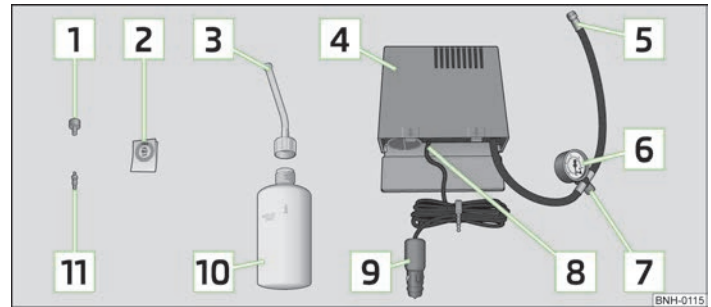

Abb. 116 Bestandteile des Pannensets
- Den Aufkleber **[2]** » Abb. 116 auf Seite 152 auf die Schalttafel im Sichtfeld des Fahrers kleben.
- Die Reifenfüllflasche **[10]** » Abb. 116 auf Seite 152 einige Male kräftig hin und her schütteln.
- Den Reifenfüllschlauch **[5]** » Abb. 116 auf Seite 152 des Luftkompressors fest auf das Reifenventil schrauben.